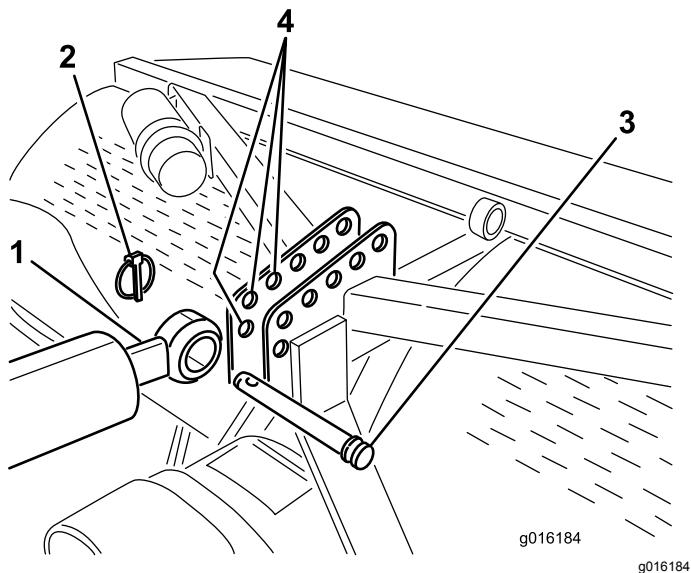
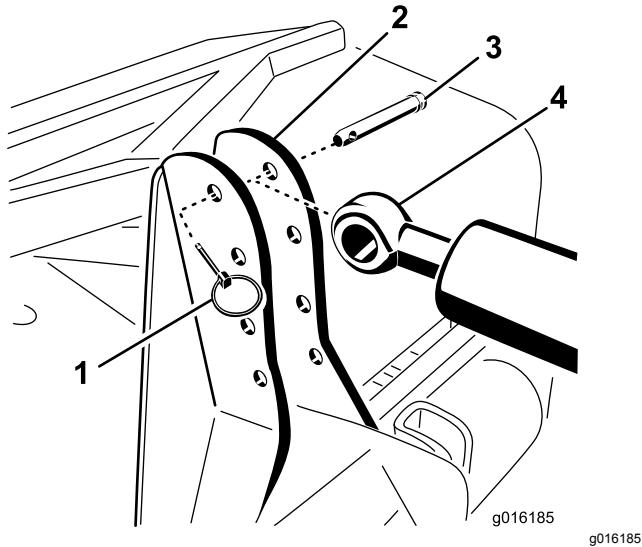

Figure 6
Figure 7
7. Fixez le côté tige du bras d'attelage hydraulique supérieur au trou le plus avant possible dans le support de l'aérateur avec un axe d'articulation et une goupille à anneau (Figure 6 ou Figure 7).